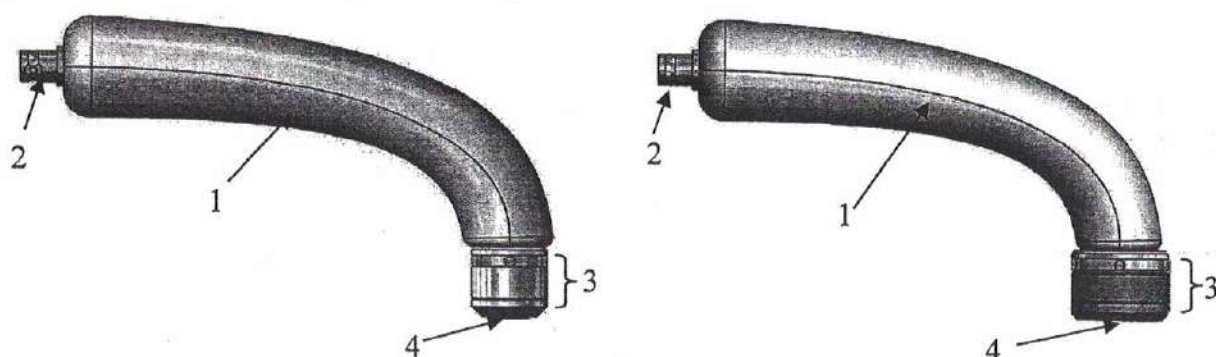

**Рисунок 3 Общий вид сменных излучателей**
4.1.3. Сменные излучатели состоят из ручки излучателя (Рис.3 поз.1), гнезда для подключения соединительного кабеля (Рис.3 поз.2), рабочей поверхности излучателя (Рис.3 поз.4) и излучающей головки (Рис.3 поз.3).